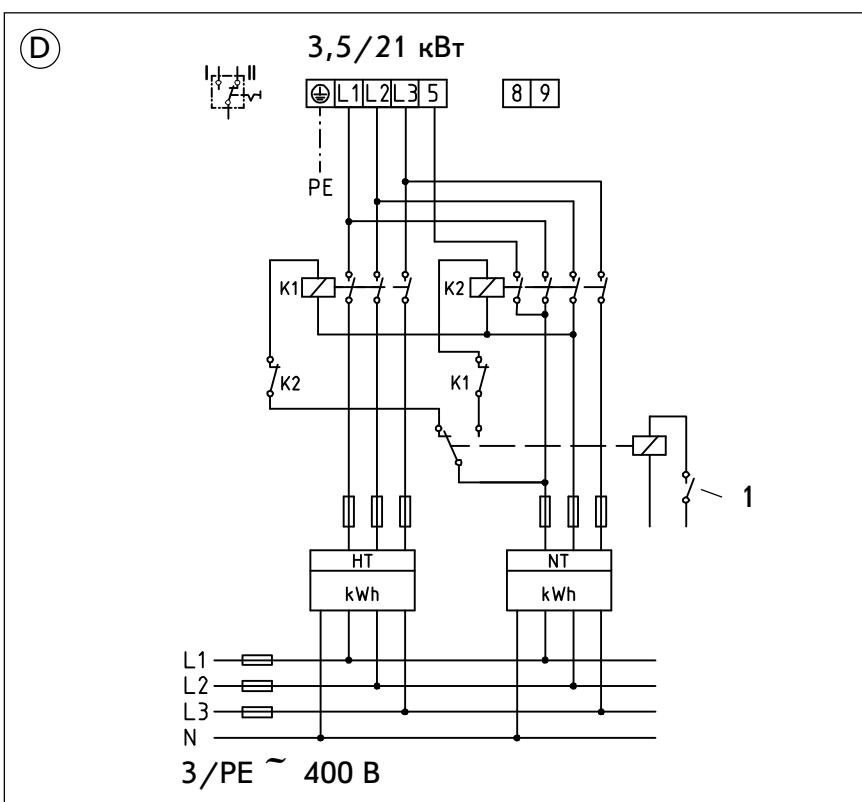

Рис. 14
(D) Измерение с помощью двух счетчиков, рис.14